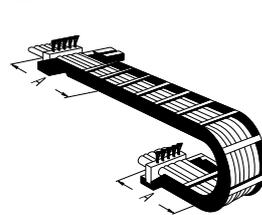

Fig. 1
– при наличии коротких энергоцепей с обеих сторон цепи (→ Fig. 1)